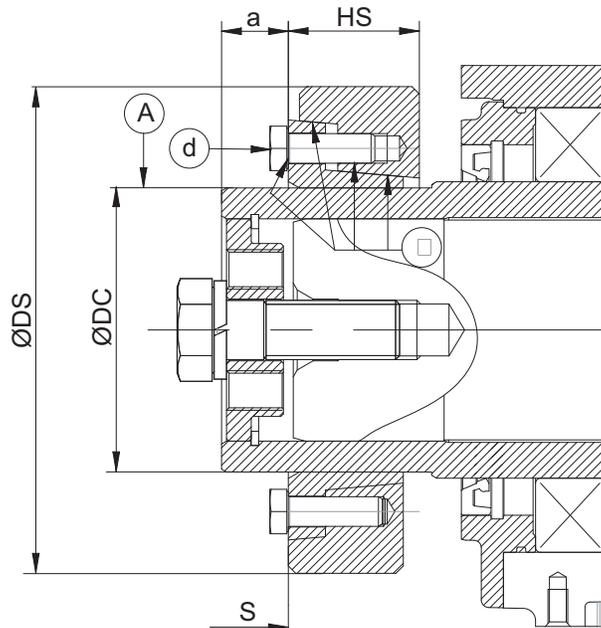

Fig. 10
- Lubrificare la sede del giunto (Fig. 10 (pag. 23) pto. A).
- In caso di ripristino di giunto, smontare lo stesso ed ingrassare le zone "C" (vedi Fig. 10 (pag. 23)).
- Montare il giunto nella sua sede sull'albero del riduttore senza serrare le viti, posizionandolo secondo la quota "a" (vedi Fig. 10 (pag. 23)).
- Quando il montaggio del giunto è stato completato nel modo corretto, lo si può controllare anche visivamente, perché le superfici frontali dell'anello interno ed esterno devono trovarsi sullo stesso piano (Fig. 10 (pag. 23) pto. S).